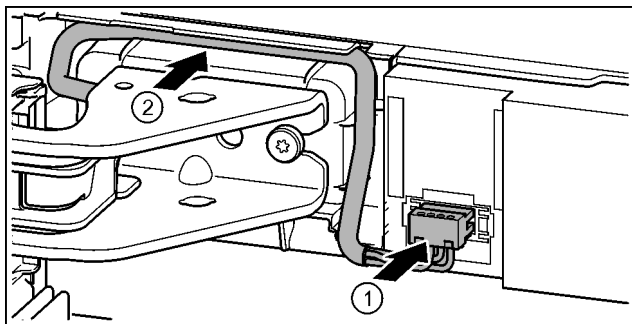

Fig. 37
- ▶ Fixați fișa în poziție prin suportul de lagăr superior și așezați cu precauție lițele cablului în canal. Fig. 37 (1)
- ▶ Pozați cu precauție cablul gri în ghidaj deasupra suportului superior de lagăr. Fig. 37 (2)